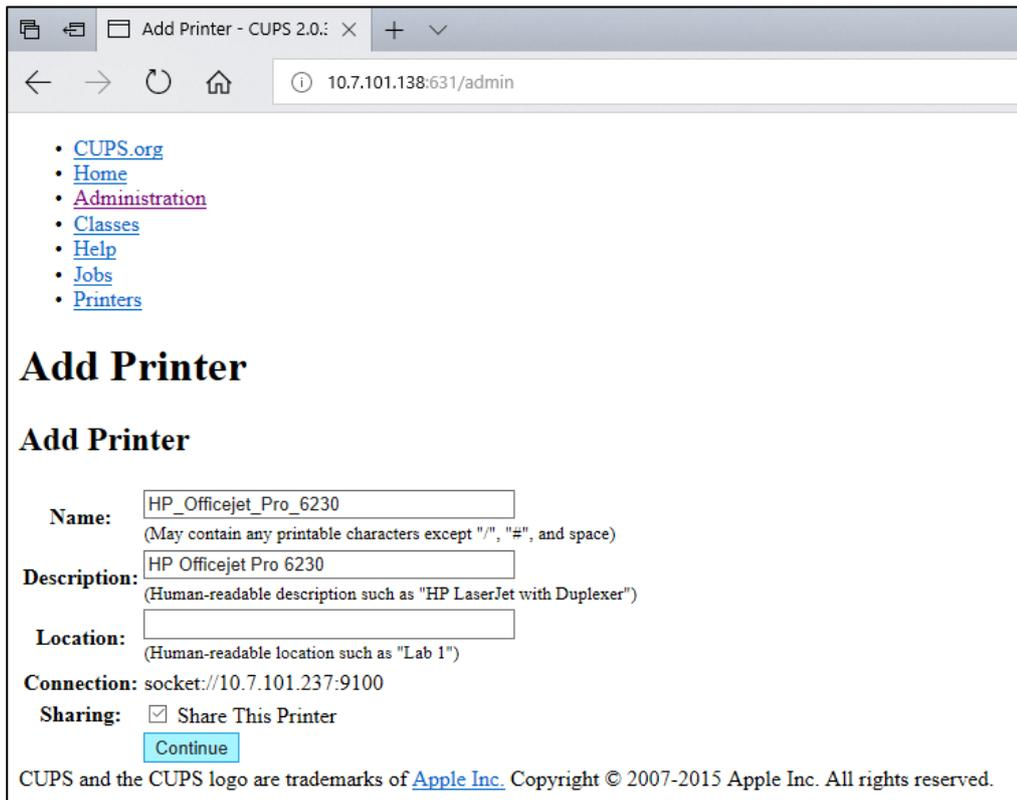

図 101. プリンターを追加画面。
5. Share this printer (このプリンターを共有) を選択し、Continue (続行) を押します (図 101)。